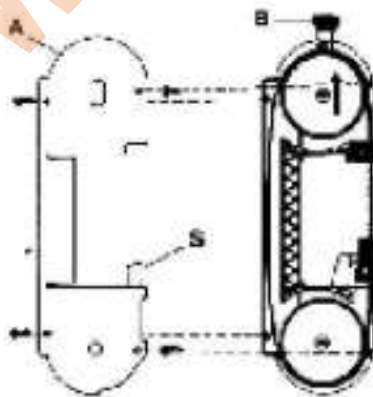
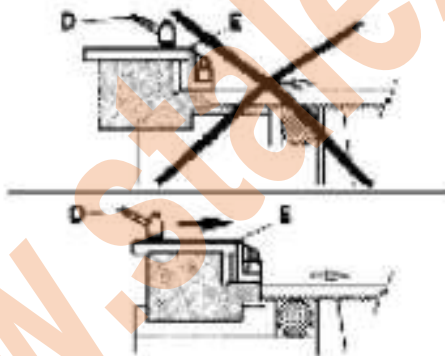

Рис.1
Рис. 2
1. Регулировка натяжения режущего полотна (Рис. 1)
Данный станок оснащен направляющей (E) со встроенным механизмом защиты. Направляющая станка, соответственно, направляет движение той части режущего полотна, которая непосредственно соприкасается с разрезаемой заготовкой, и одновременно с этим, служит для защиты той части режущего полотна, которая в соприкосновение с заготовкой не входит. Для регулировки, направляющей необходимо ослабить рукоятку (D) и плавно переместить направляющую (E) таким образом, чтобы подвести её ближе к или дальше от заготовки, подлежащей обработке (как показано на рис. 2).
- Ослабить рукоятку D (рис. 2) и плавно переместить направляющую (E) режущего полотна до упора, следуя направлению стрелки, как показано на рис. 2.
- Снять защитный корпус (A), отвинтив четыре винта.
- Ослабить натяжение режущего полотна, повернув ручку C (рис. 1) по часовой стрелке до упора, а маховичок (B) – против часовой стрелки.
- Отрегулировать натяжение режущего полотна, как указано в пункте 1, и снова закрепить на месте две внешних направляющих путем поворота головки винта (Q) по часовой стрелке так, чтобы направляющие слегка соприкасались с режущим полотном.
- Закрепить на место две шестигранные гайки (P).
- Установить на место защитный корпус (A), осторожно вставив режущее полотно между защитными ремнями (S) (см. рис. 1).
- Установить направляющую (E) режущего полотна в правильное положение для осуществления резания (см. пункт 2).